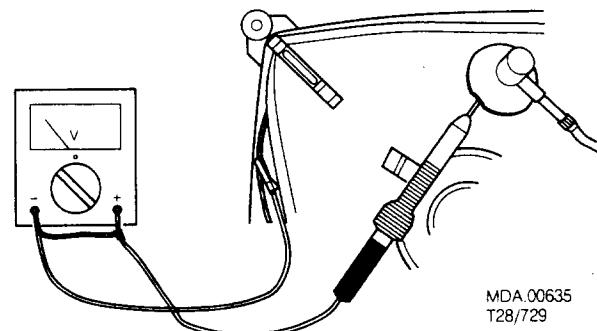

Fig. 1
- 7) The picture tube must only be discharged as shown in Fig. 1.
- 7) De beeldbuis moet ontladen worden zoals in Fig. 1. is aangegeven.
- 7) Le tube-image doit être déchargé comme indiqué à la Fig. 1.
- 7) Zum Entladen der Bildröhre den Anweisungen in Abb. 1 folgen.
- 7) Il cinescopio deve essere scaricato come indicato nella Fig. 1.